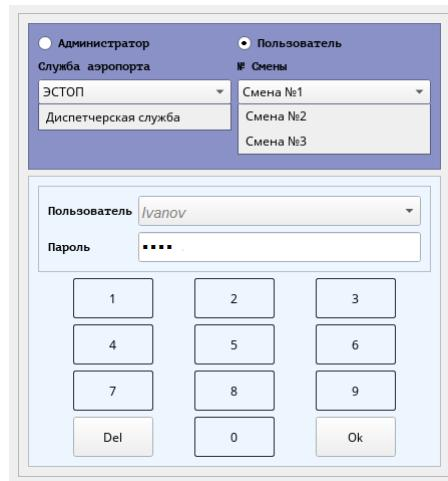

Рисунок 6
1. **Открыть окно авторизации:** кнопкой *Войти в систему*, расположенной в главном меню программного модуля диспетчера. Окно авторизации представлено на рис. 6.